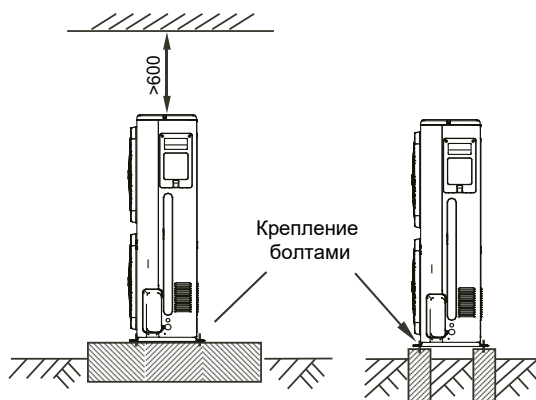

Рис.3-5
- Подготовьте бетонный фундамент в соответствии с техническими характеристиками наружных блоков (см. Рис. 3-5).
- Надежно закрепите ножки блока болтами, чтобы предотвратить его падение в случае землетрясения или сильного порыва ветра. (см. Рис.3-5)